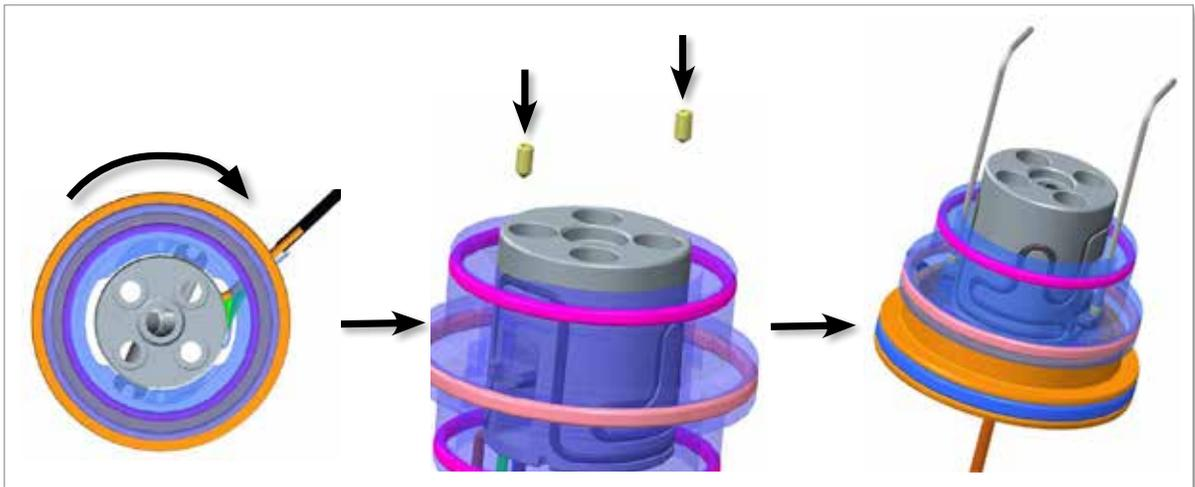

Figura 11-14 Bloqueo de el conjunto del pistón y el soporte de la clavija de la válvula
11. Gire el conjunto del pistón para alinear el orificio del tornillo con el soporte de la clavija de la válvula. Utilice una llave Allen para bloquear el conjunto del pistón y el soporte de la clavija de la válvula con tornillos de fijación. Consulte la Figura 11-14.